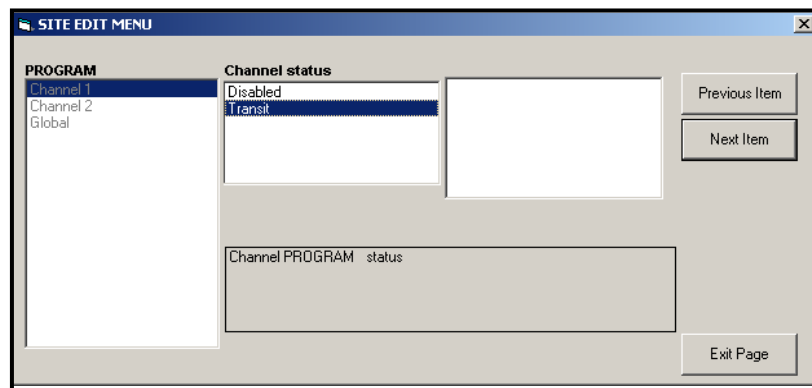

Figure 40: Le Statut Option dans le menu Canal
2. Mettez en surbrillance et double-cliquez sur l'option État dans le volet central. La fenêtre ressemble maintenant à la Figure 40.